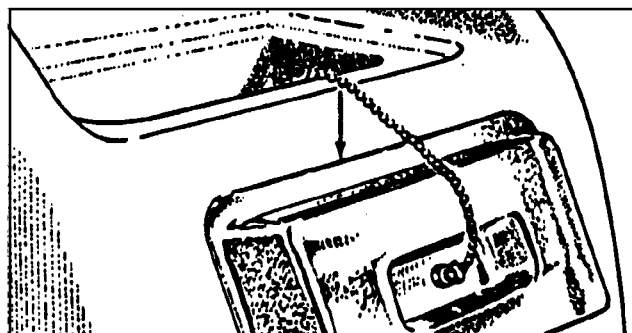

Fig. 21
1. Løft låget til væskebeholderen op, og lad det hænge ned foran maskinen (se fig. 21).